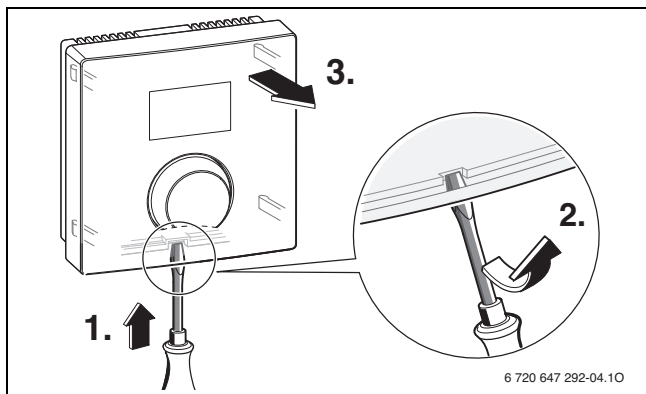

Fig. 2
- ▶ Montera rumsenheten (→ bild 2 och 3, sidan 98).